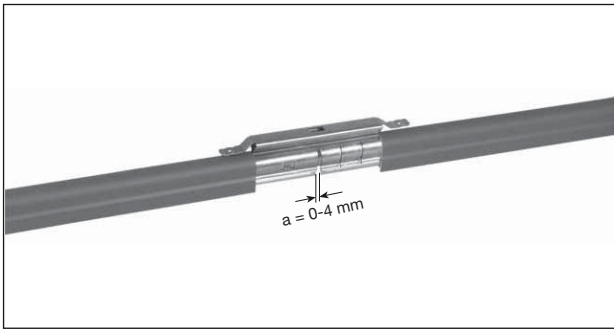

Bild 2: Schienenverbindung UEV 10 ohne Abdeckkappe
Die Teilstücke der Stromschienen werden durch Einspeiseverbinder (Bild 2) verbunden.
Die Einspeiseverbinder nehmen gleichzeitig die Ausdehnung der Stromschiene auf (siehe Abschnitt 6 und Bild 2).
- Luftspalt zwischen den Stromschienenprofilen beachten (siehe Bild 2 und Abschnitt 6).
Bei den Verbindern ist je nach Montagetemperatur der Luftspalt „a“ zwischen den Stromschiennenprofilen einzustellen (Bild 2).